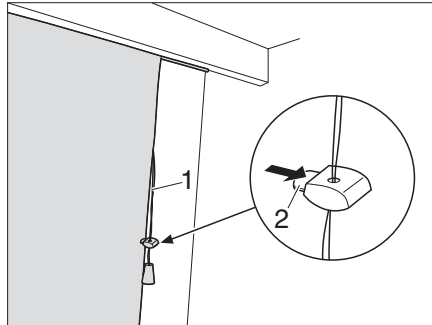

Fig. 83 Store plissé
- Tirer sur le cordon (Fig. 83,1) vers le bas. Le store est tiré vers le haut par les bandes et plissé.
- Appuyer sur la borne (Fig. 83,2) du support et pousser le support sur la position souhaitée.
- Appuyer sur la borne (Fig. 83,2) du support.